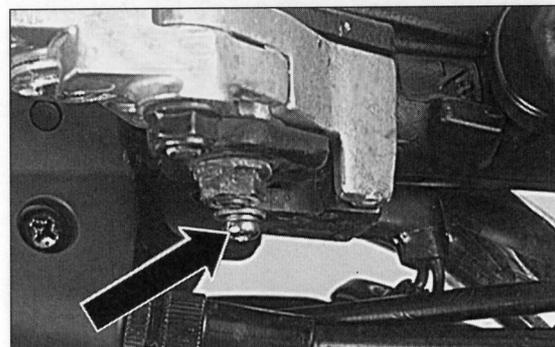

Bild 59
- Bremslichtschalter der Vorderradbremse lässt sich nicht einstellen. Zum Auswechseln Befestigungsschraube (Bild 59) ausdrehen und Schalter abnehmen. Neuen Schalter montieren und Befestigungsschraube mit 1,2 Nm eindrehen.